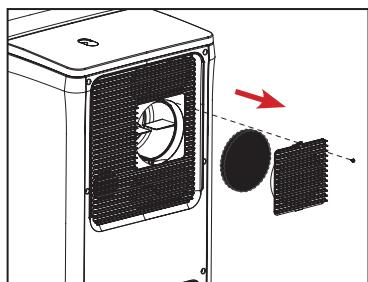

Fig.1
1. Neħħi l-vit tal-irbit u iftaħ il-kuperċ tal-ventilazzjoni li jista' jitneħħha biex taċċessa l-filtru tal-arja tar-raghwa. (Ara Fig.1)